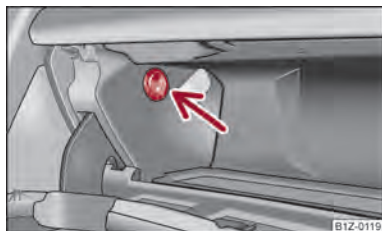

Fig. 76 Vide-poches : Utilisation du refroidissement
- Ouvrez ou fermez l'arrivée d'air au moyen du bouton rotatif → fig. 76.